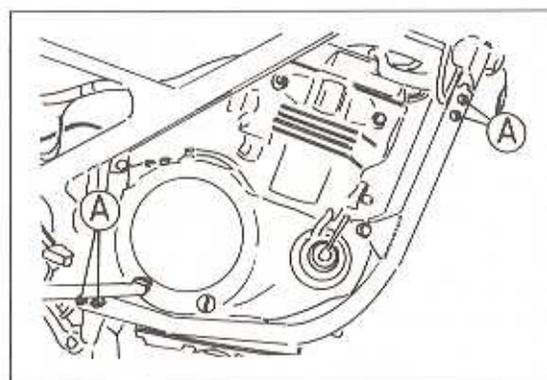

Bild 147
- Das rechte vordere Rahmenrohr ausbauen (Bild 147).